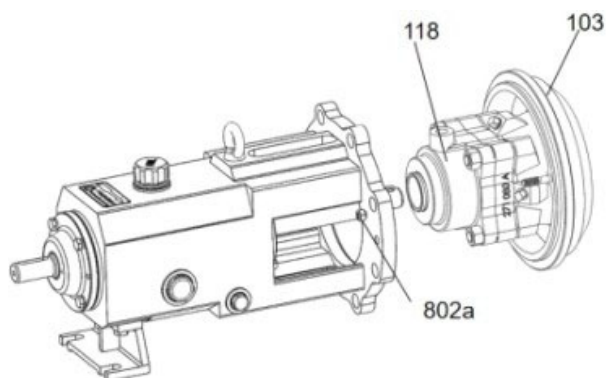

Рисунок 4
- Ослабьте гайки 802а на корпусе подшипникового узла (установленные симметрично), снимите крышку насоса (103) и картриджное торцевое уплотнение (118) с вала. См. рисунок 4.